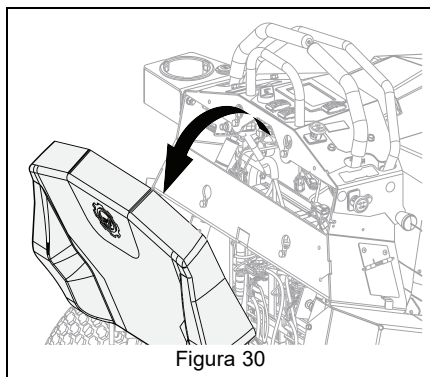

Figura 30
6. Tirare l'imbottitura dell'operatore verso l'alto e poi all'indietro per rimuoverla. Vedere Figura 30.